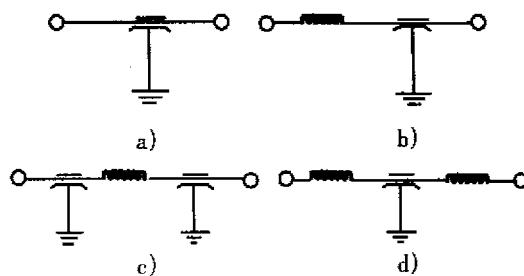

图 7 EMI 滤波器的类型
(1) 减小环路: 每个环路都相当于一个天线, 因此我们需要尽量减小环路的数量、环路的面积以及环路的天线效应。确保信号在任意的两点上只有唯一的一条回路路径, 避免人为环路, 尽量使用电源层。
(2) 滤波: 在电源线上和在信号线上都可以采取滤波来减小 EMI, 方法有三种: 去耦电容、EMI 滤波器、磁性元件。EMI 滤波器如图 7 所示。
(3) 屏蔽。由于篇幅问题, 再加上讨论屏蔽的文章很多, 不再具体介绍。
(4) 尽量降低高频器件的速度。